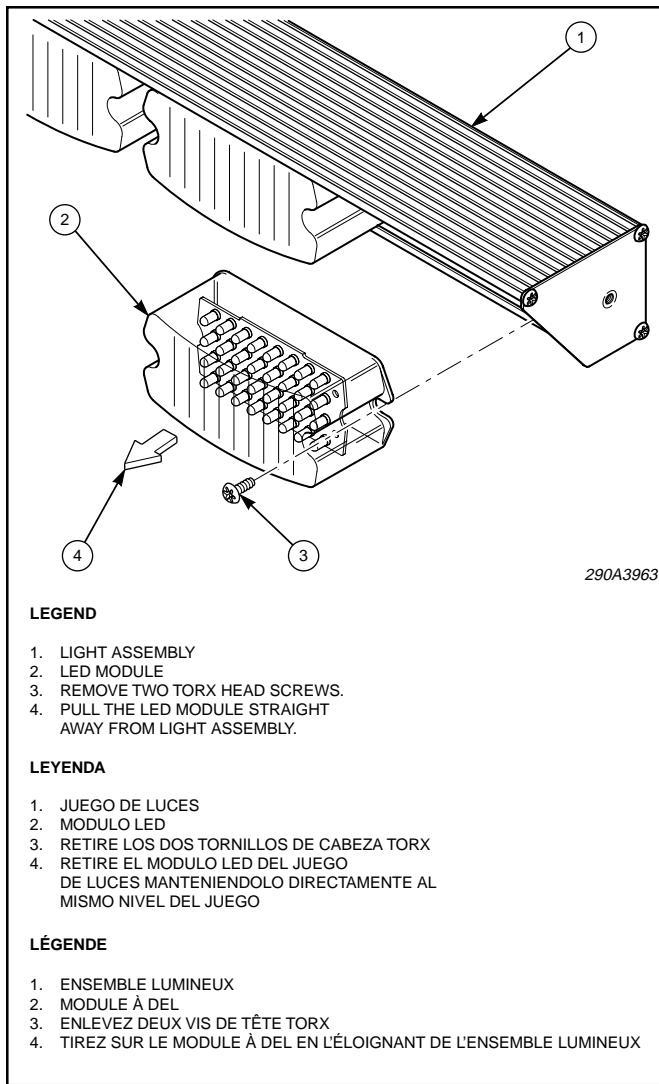

Figure 1. /Figura 1. /Figure 1.
1. Voir la figure 1. Enlevez et conservez les deux vis de fixation du module à DEL.